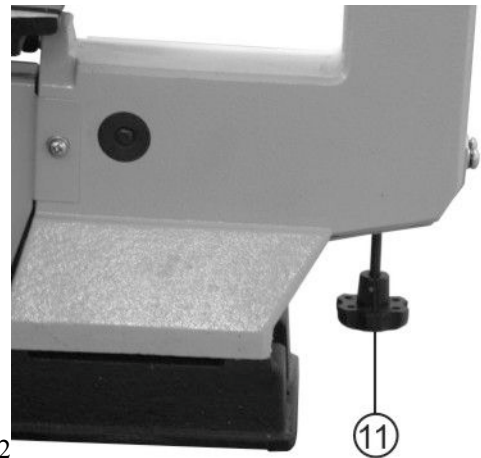

Рис.2
9.1. Ослабьте натяжение пыльного полотна поворотом винта регулировки натяжения пыльного полотна (11) на два оборота против часовой стрелки, Рис.2.
9.7. Когда пыльное полотно вставлено в держатели, его надо правильно натянуть. Для этого повернуть винт регулировки натяжения пыльного полотна (11), Рис.2, по часовой стрелке, пока не почувствуете, что прогиб пыльного полотна устранен. Проверьте еще раз, чтобы убедиться, что штифты пыльного полотна установлены правильно сверху и снизу в держателях пыльного полотна.